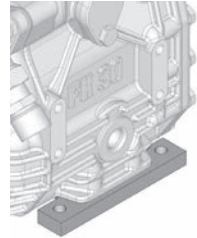

Abb. 4
- Im Lieferzustand ist der Verdichter mit Montagefüßen versehen (siehe Abb. 4). Alternativ kann der Verdichter auch direkt, ohne Montagefüße, auf den Unterbau geschraubt werden.